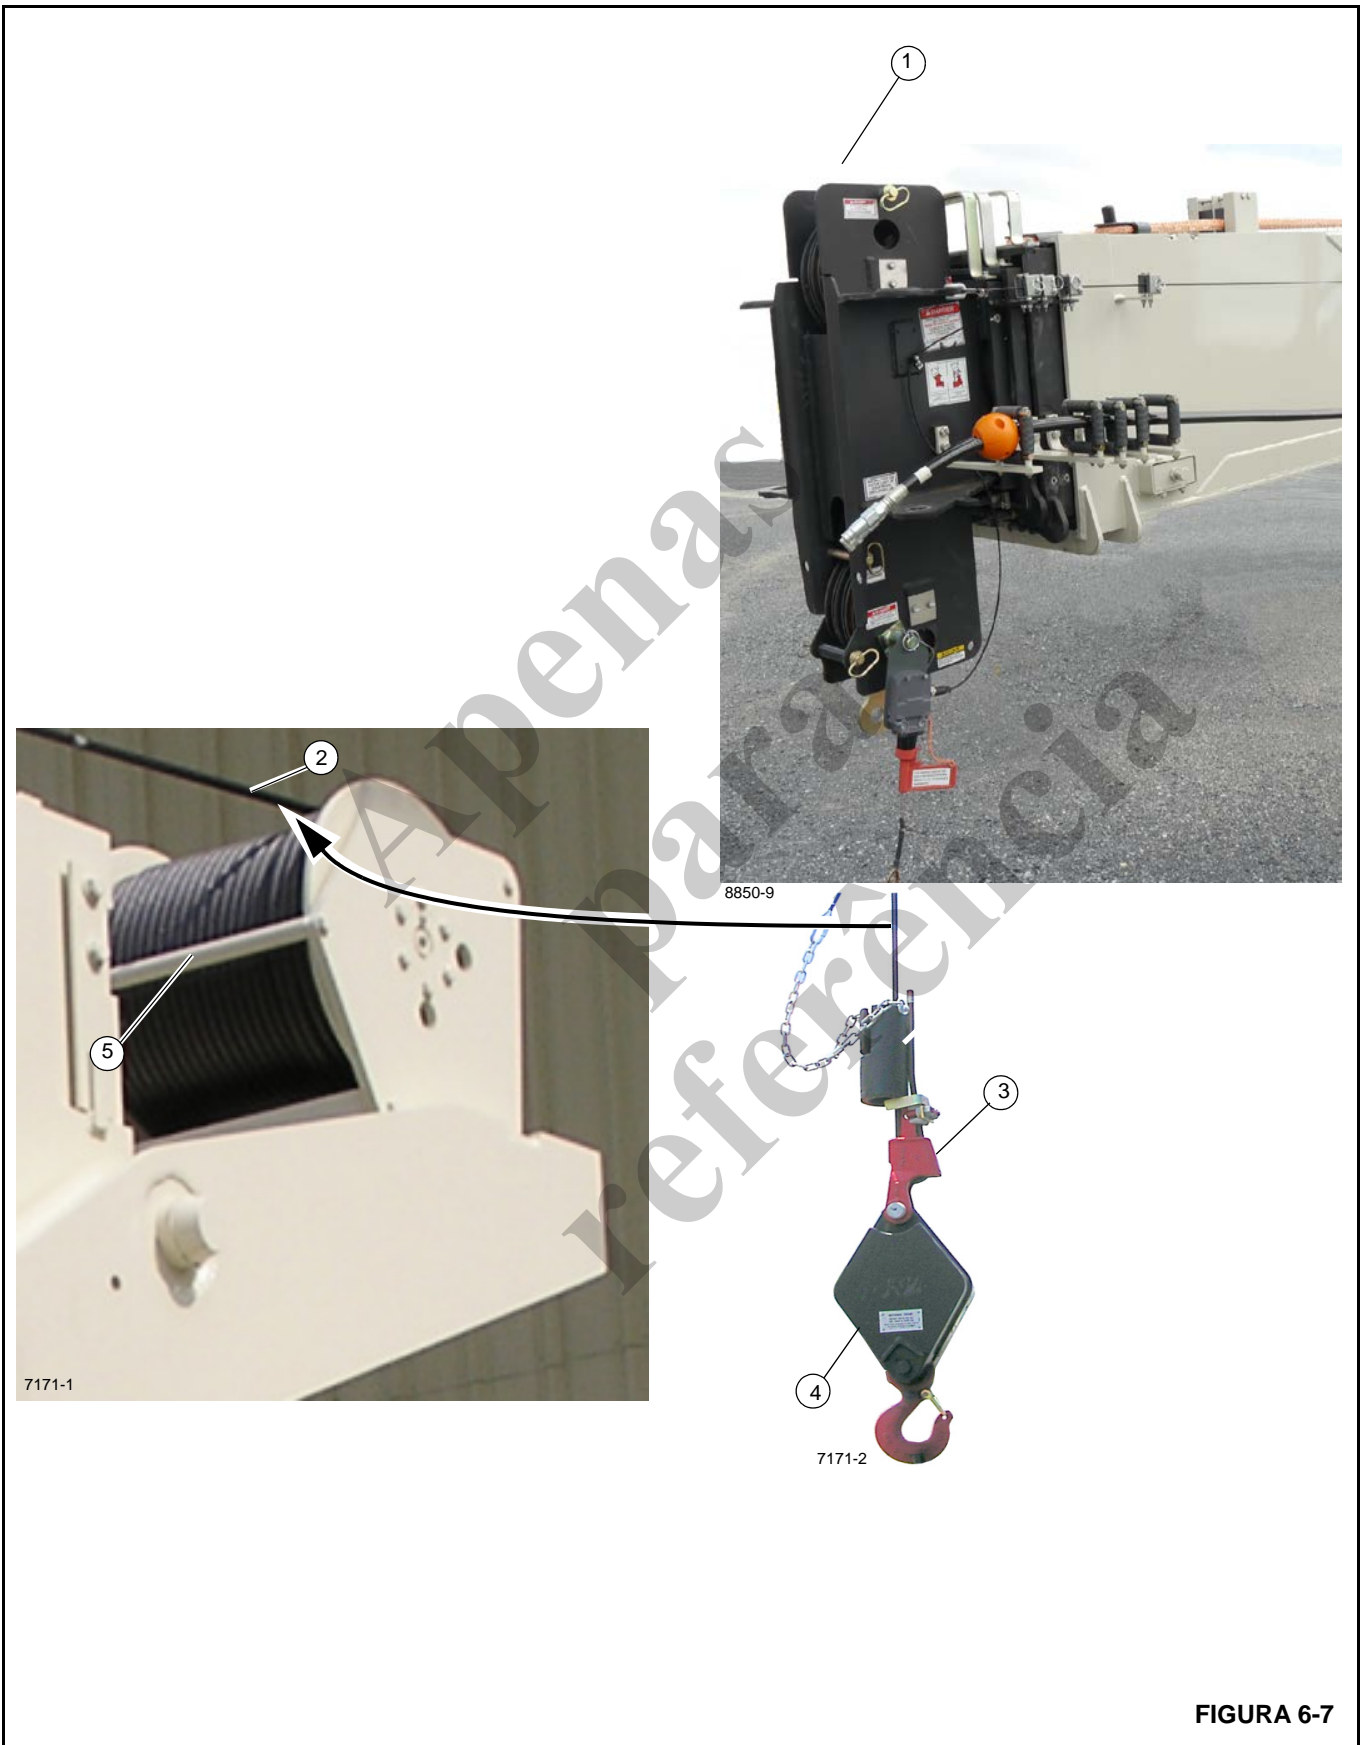

FIGURA 6-7
1. Retire o moitão (4, Figura 6-7) do terminal com cunha (3) e leve o cabo de carga de volta através da extremidade da lança até o terminal com cunha (3) liberar a extremidade da lança.
2. Conecte o terminal com cunha (3) no pino de fixação na extremidade da lança da lança na parte superior da lança (1).
3. Lentamente, enrole novamente o cabo de carga do guincho (2) até que qualquer folga restante seja removida e o cabo de carga esteja justo.
**NOTA:** É mostrado um moitão com cabo único passado (4); sua máquina pode ter o cabo passado de outra forma.